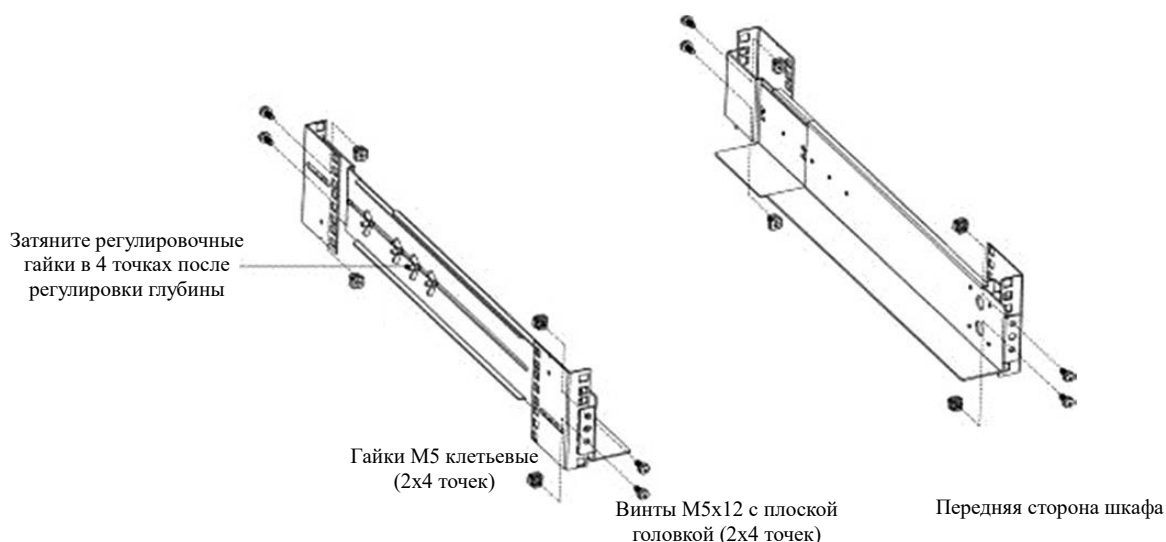

Рисунок 2 Крепление рельс
- b) Выберите место установки ИБП в шкафу и установите направляющие, зафиксировав их спереди и сзади (см. рисунок 2). Монтажный комплект занимает четыре точки крепления, по две спереди и сзади шкафа.